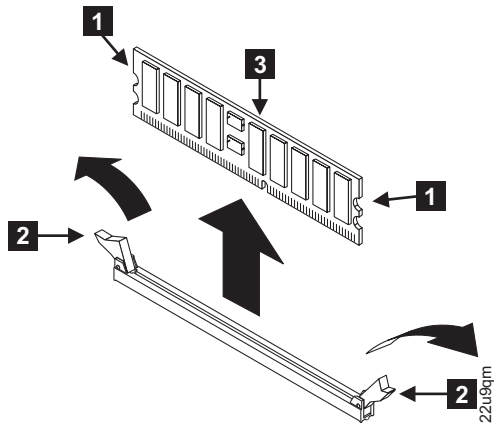

図 113. メモリー・モジュールの取り外し
6. 149 ページの図 113に示すように、クリップ **2** を外側に押しながら開きます。このアクションにより、メモリー・モジュール **3** をコネクターから引き出します。